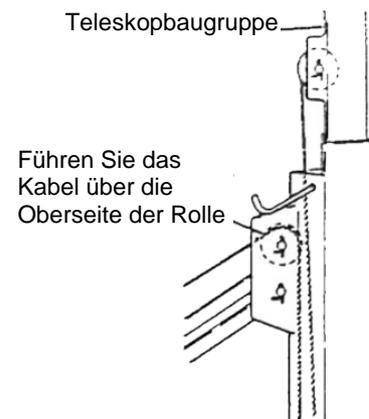

Bild 21
1. Führen Sie das lose, gekrimpte Ende des Zubehör-Kabels hinunter in die Aussparung in der Nähe der Oberseite des Rahmengehäuses (**Bild 21**).